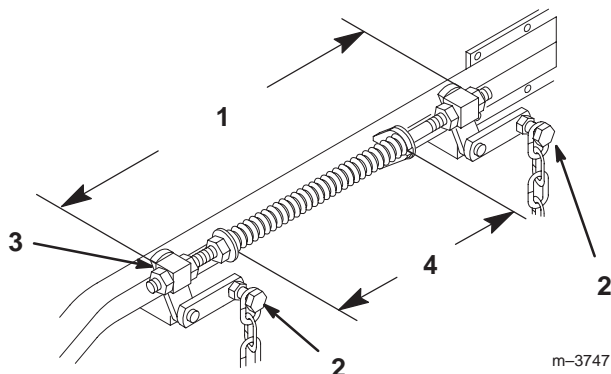

Figure 59
6. Desserrez les 4 boulons de chaîne supérieurs dans les fentes. Vérifiez la longueur des ensembles tige/pivot. Il doit exister un écart de 496 mm entre l'extérieur du pivot arrière et l'extérieur du pivot avant (Fig. 59). Vérifiez que les quatre pivots bougent librement dans les trous.
14. Réglez les ressorts de compression en tournant les écrous avant de façon à obtenir un écart de 279 mm entre les deux grandes rondelles (Fig. 59). Tournez les écrous dans le sens horaire pour raccourcir le ressort et dans le sens anti-horaire pour l'allonger.
15. Réglez les ressorts de compression en tournant les écrous avant de façon à obtenir un écart de 279 mm entre les deux grandes rondelles (Fig. 59). Tournez les écrous dans le sens horaire pour raccourcir le ressort et dans le sens anti-horaire pour l'allonger.